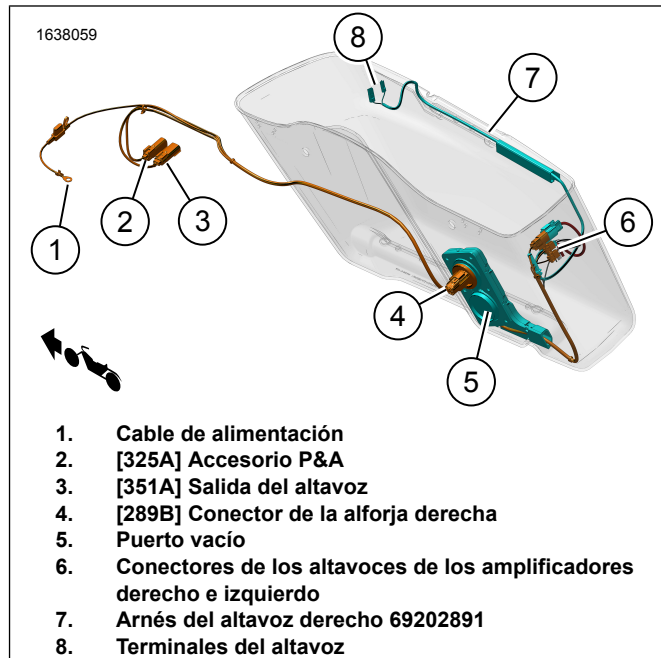

Figura 5. Enrutamientos del arnés de la alforja derecha
- g. Enrute el arnés de cables (5) a través del orificio de la arandela.
- h. Instale la arandela (3) en el arnés de cables (5).
- i. Ajuste la arandela (3) según sea necesario e instálela en la alforja.
13. Figura 5 Instale el arnés del altavoz derecho.
- b. Figura 5 Enrute el arnés de cables (7) como se muestra.